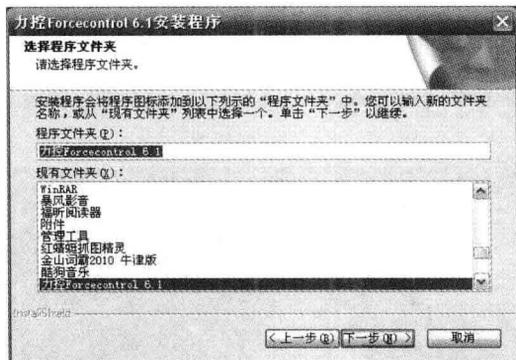

图 1-10 选择程序文件夹
1) 选择好安装类型后，单击“下一步”按钮，弹出“创建程序组”，如图 1-10 所示对话框。